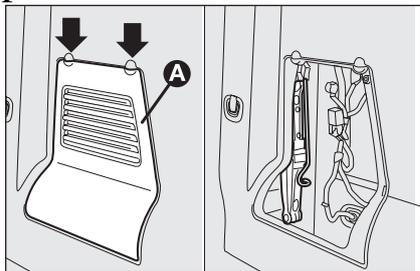

fig. 2
- en algunas versiones, para acceder al gato, debe abrir la puerta de protección **A-fig. 2**;